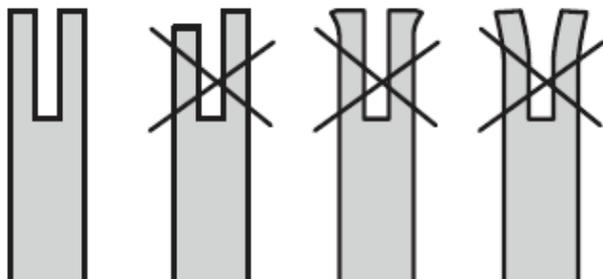

Fig. 38
5. Vérifiez l'usure du « rail » du guide-chaîne : tenez une règle (règle droite) plaquée contre le côté du guide-chaîne et contre les « le côté des gouges de coupe ». S'il y a un espace entre la règle et le guide-chaîne, le « rail » du guide est en bon état. S'il n'y a pas d'espace (règle au ras du côté du guide-chaîne), le « rail » du guide-chaîne est usé et doit être remplacé par un nouveau du même type (Fig. 38)